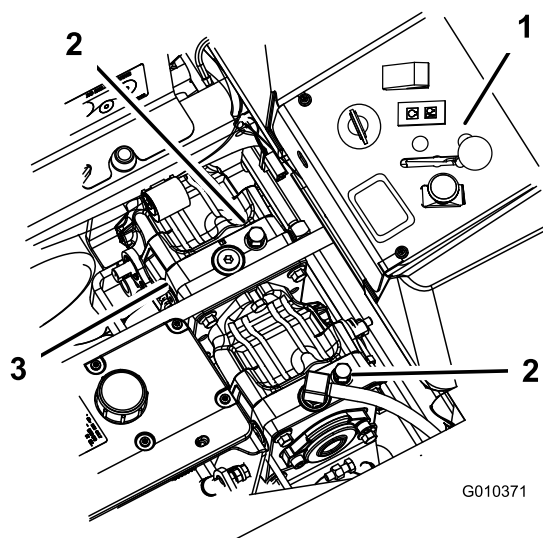

Рисунок 41
3. Поверните перепускной клапан на один оборот против часовой стрелки для толкания машины (Рисунок 41).
Поверните перепускной клапан на один оборот по часовой стрелке для эксплуатации машины (Рисунок 41).